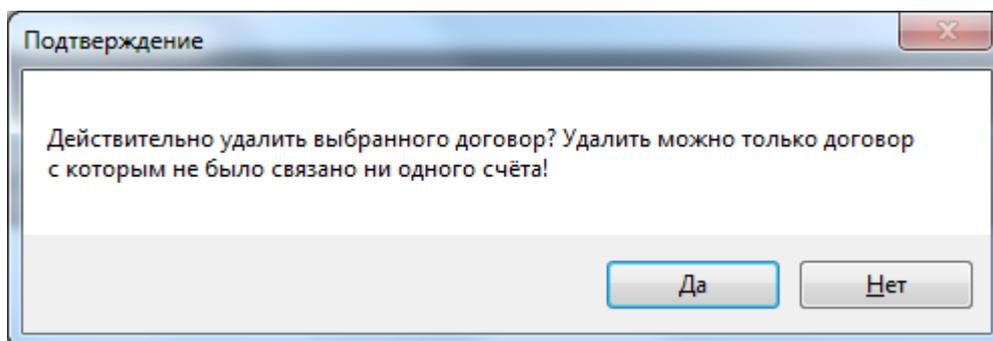

Рисунок 42
- Подтвердите удаление договора в открывшемся диалоговом окне (рис.42)